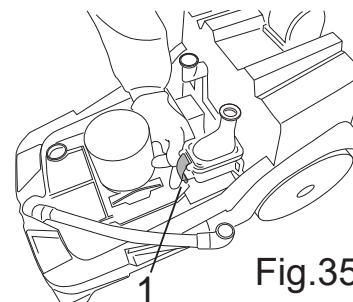

Fig.35
- Avlägsna gasventilens lock genom att frigöra spaken (bild 35-ref.1).